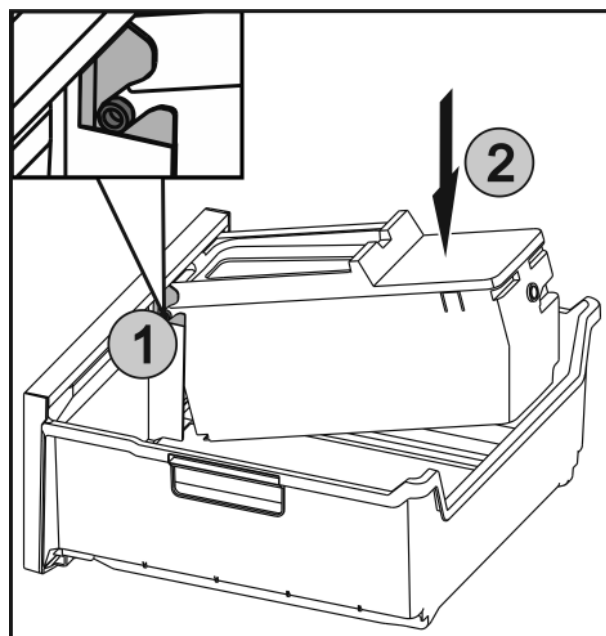

Fig. 51
- Вставить оси Fig. 51 (1) на EasyTwist-Ice в направляющие и вдавить заднюю сторону Fig. 51 (2) до фиксации накладки.